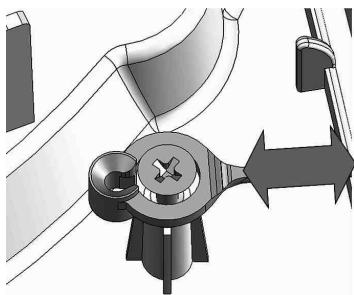

Рис. 21. Крепление крышки
- > Чтобы снять крепление крышки, действуйте, как показано на рис. 21. Чтобы поставить ее на место, выполните операции в обратном порядке.